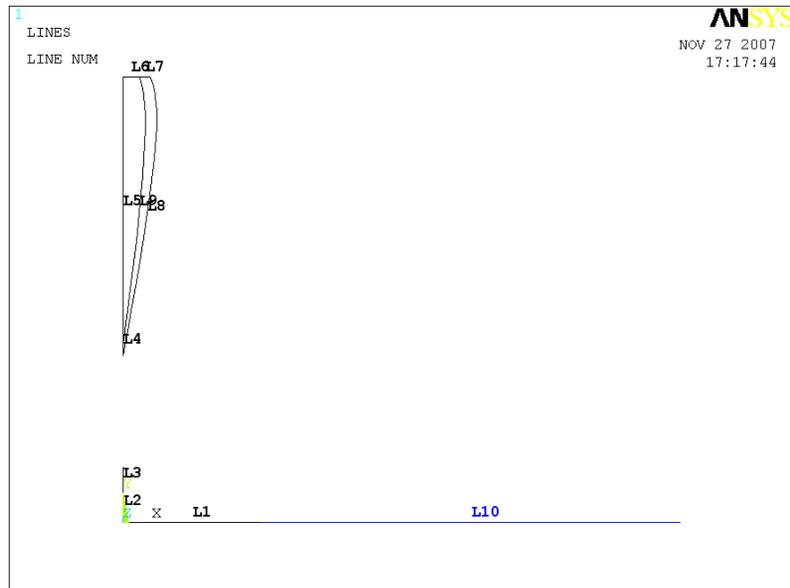

Рисунок 39. Результат выполнения шага 6
- Нажать кнопку **OK** (Рисунок 39).